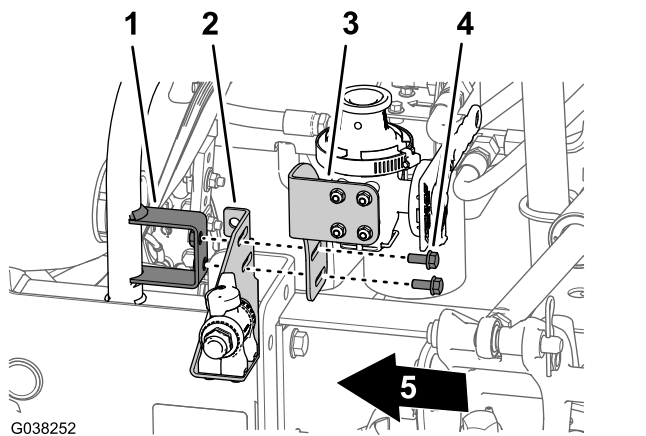

Figura 61
1. Allineate le scanalature nella staffa di accelerazione dell'agitatore e le scanalature nella staffa di intercettazione del nebulizzatore con i fori nel supporto della staffa della valvola di accelerazione (Figura 61).
- Montate la staffa della valvola dell'agitatore e la staffa di intercettazione del nebulizzatore sul supporto per la staffa della valvola di accelerazione (Figura 61) con 2 bulloni a testa flangiata (5/16 x 3/4").